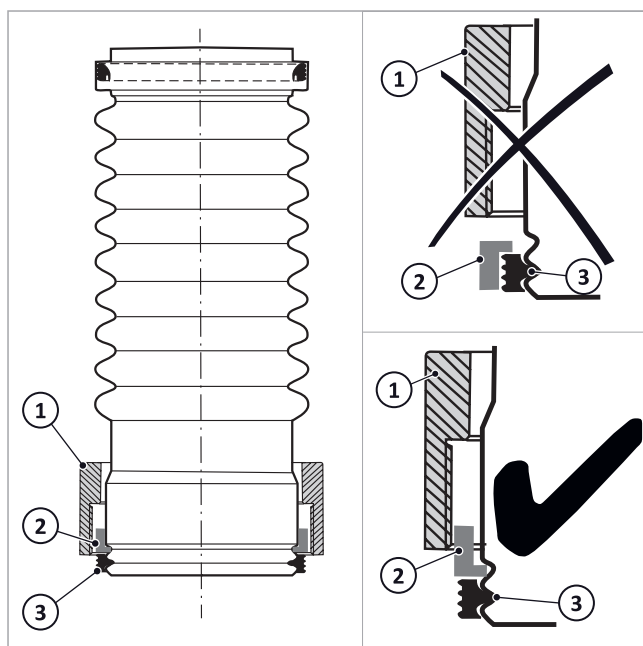

Fig. 37 : raccord vissé en place
1. Comme indiqué sur la ➔ fig. 37, faites glisser l'écrou-raccord (1), le circlip (2) et le joint (3) sur l'extrémité inférieure du tuyau du raccord d'évacuation des gaz.